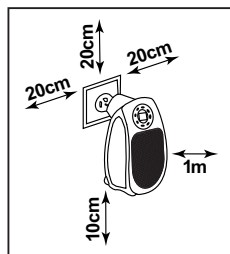

Abb. 2
- Zum Gerät müssen die Mindestabstände von 20 cm seitlich, 20 cm nach oben, 10 cm nach unten und 1 m nach vorne eingehalten werden (siehe Abb. 2).